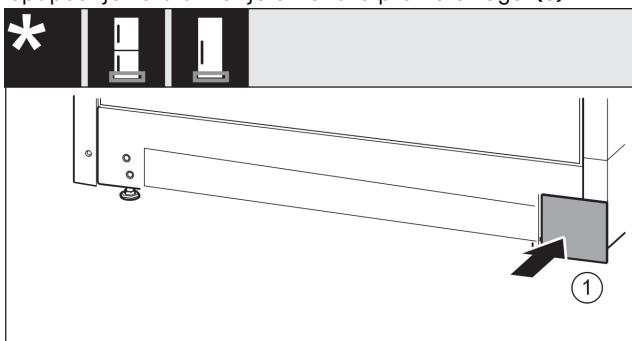

Fig. 37
- ▶ Ponovno nataknite pokrov na drugu stranu. Fig. 37 (1)